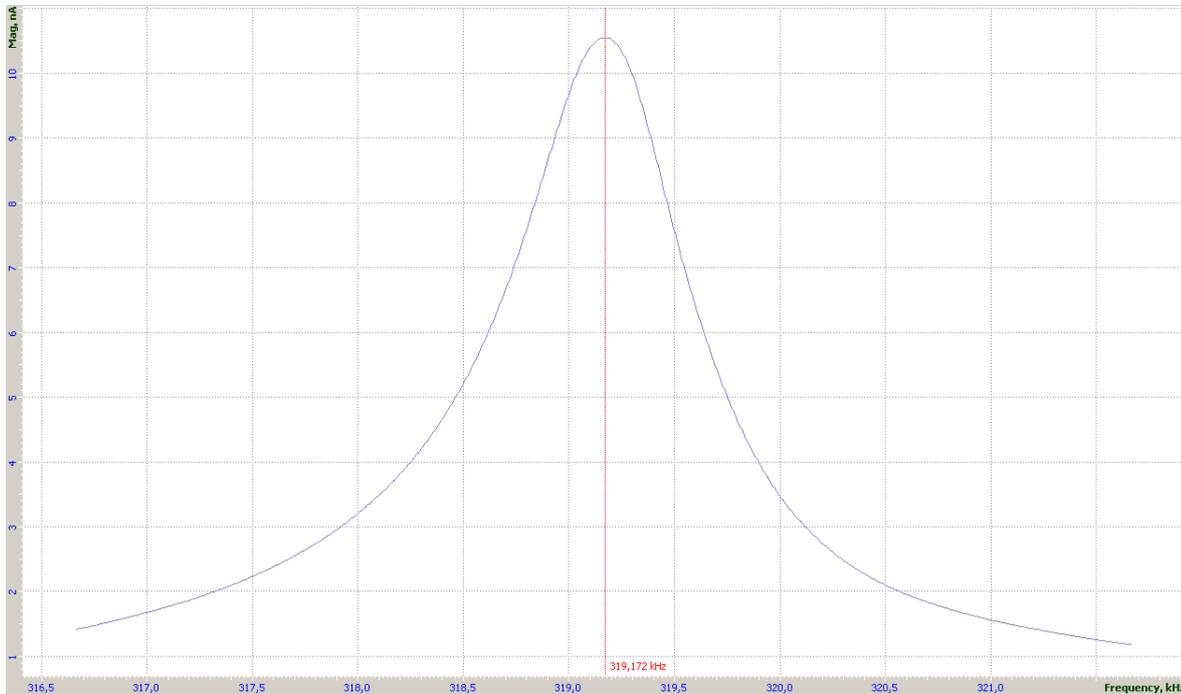

Рис. 7-4
- на панели частотных зависимостей будет отображена частотная зависимость сигнала **Mag** вблизи максимума (Рис. 7-4).
- Обратите внимание на форму резонансной кривой, особенно в области ее пика. Если вид полученной зависимости (особенно в области пика) примерно соответствует зависимости, приведенной в качестве примера на Рис. 7-4, то можно считать, что автоматическая настройка прошла успешно. В этом случае можно перейти к выполнению следующей операции (к п. 7.1.4 «Установка начального уровня сигнала **Mag**» на стр. 81).